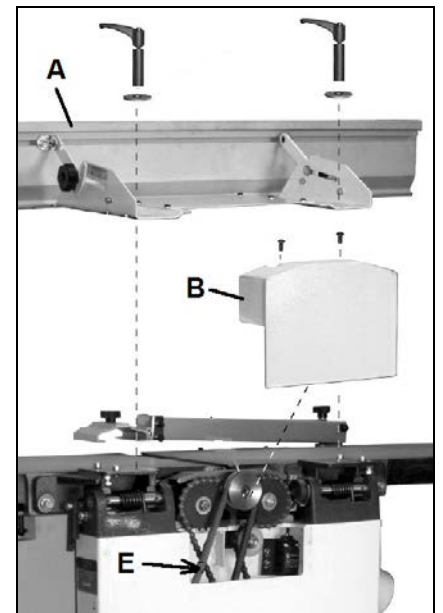

Fig 13
Retirer le guide parallèle (A, Fig 13) et le cache-courroie (B).